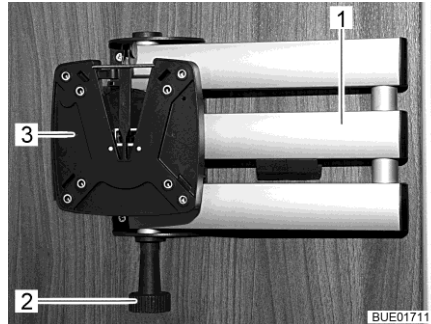

Bild 90 Fäste (tvådelad ledad arm)
- Dra i låsknappen (Bild 90,2). Den ledade armen (Bild 90,1) är upplåst.
- Vrid tillbaka den platta bildskärmen till utgångsläget, tills hållaren (Bild 90,3) hakar hörbart fast i låset.